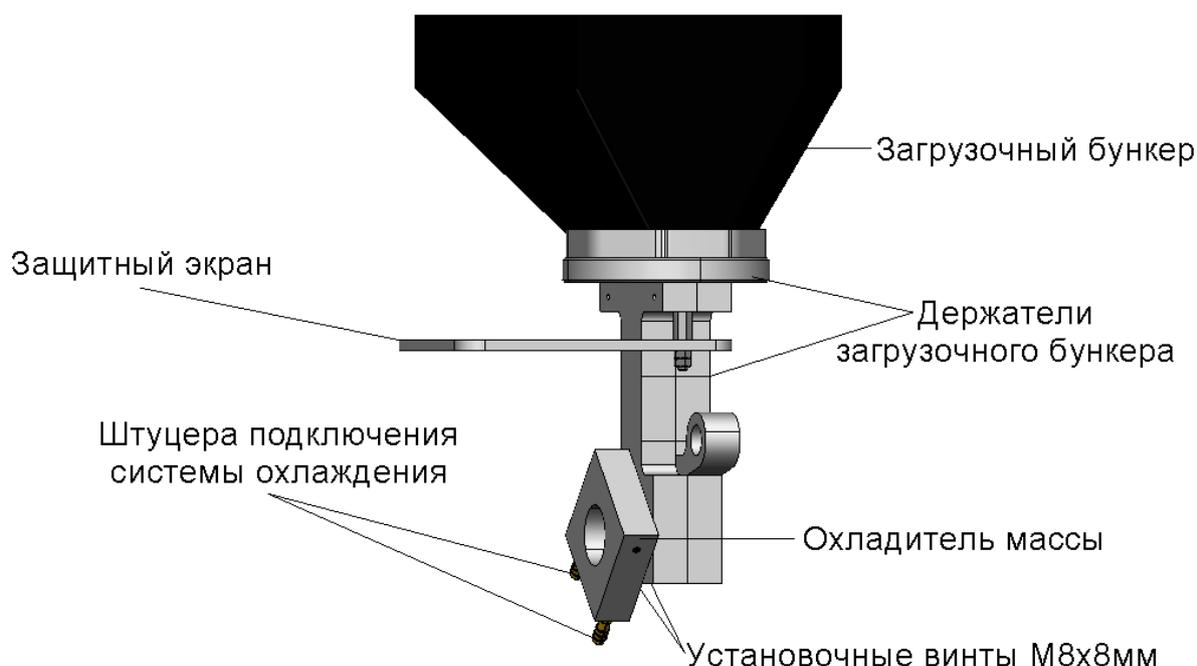

Рис. 5.0 – Узел загрузки сырья «Formolder IMS-55», «Formolder IMS-110» и «Formolder PRO 110/150»
В производственном процессе используются достаточно высокие температуры, и рабочие органы станков непрерывно двигаются, выделяя тепло, вследствие этого некоторые части станка и пресс-форму требуется охлаждать. Для обеспечения бесперебойной работы предусмотрено охлаждение узла загрузки сырья (рис. 5.0).
В охладителе бункера (рис.5.0) термопластавтомата установлены штуцера подключения системы охлаждения (рис.5.0) для подачи и выхода охлаждающей жидкости. В комплекте с мини ТПА предусмотрены шланги подсоединенные к штуцерам подключения системы охлаждения. При появлении течи обеспечьте герметичное соединение.
Станок может поставляться в частично разобранном состоянии, например, с неустановленным на него загрузочным бункером. В таком случае выполните установку **загрузочного бункера** (рис.5.0) самостоятельно.
6. Заполните загрузочный бункер (рис. 5.0) станка необходимым количеством гранул материала, при необходимости предварительно смешав его с красителем.